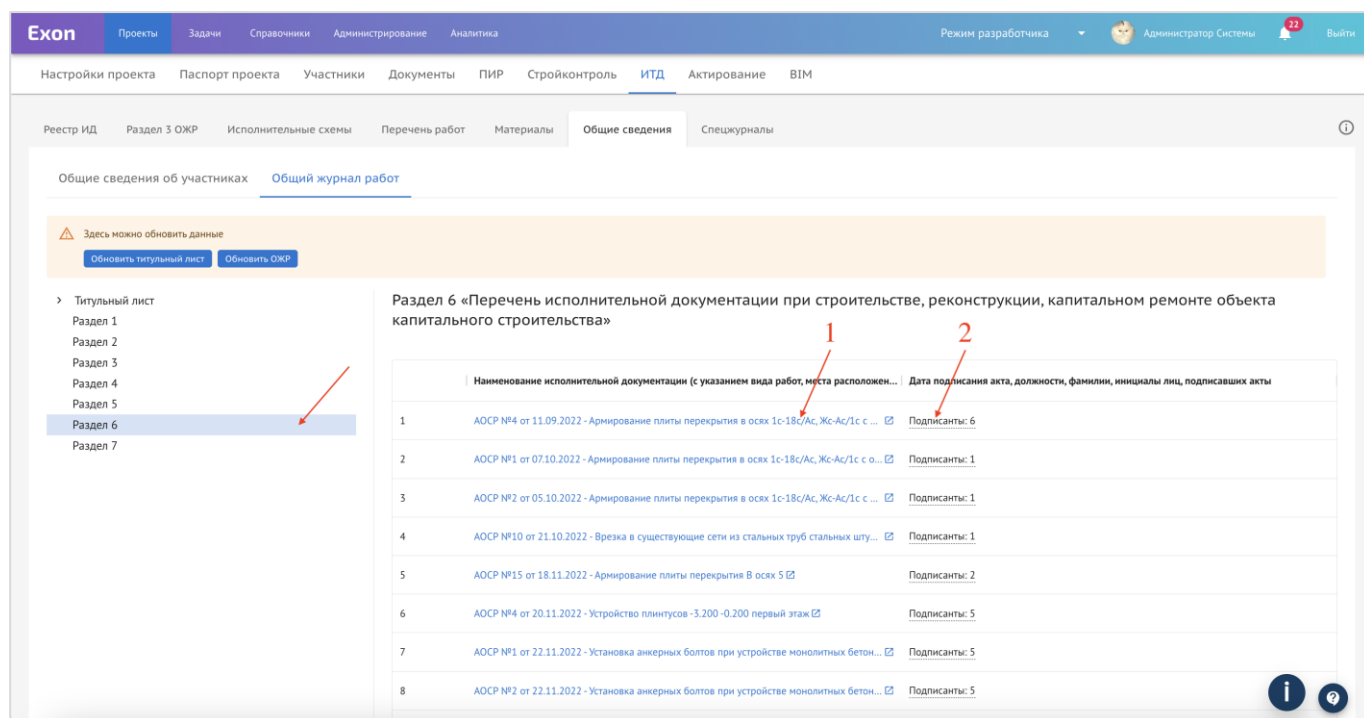

Рис. 23 – Раздел 6 ОЖР
нажатии на акт (1) откроется Реестр ИД, а при наведении курсора мышки на подписантов (2), раскроется перечень всех подписантов акта (рис. 23).